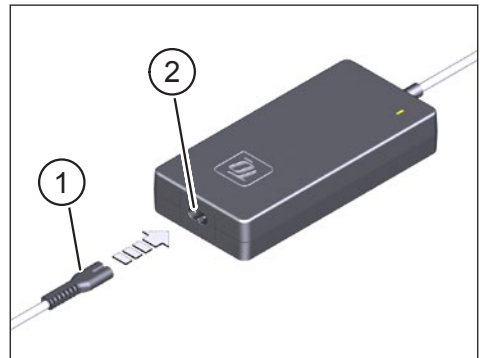

Abb. 1: Charger an Stromversorgungsnetz anschließen
- ▶ Stecken Sie den Kleingerätestecker (Pos. 1 in Abb. 1) des länderspezifischen Netzkabels in die Buchse (Pos. 2 in Abb. 1) am Charger.